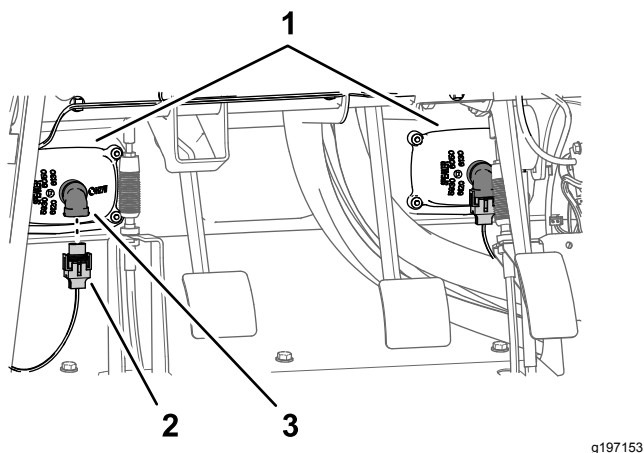

Рисунок 14
- Отсоедините 2 электрических разъема (2-гнездовых) жгута проводов машины от 2-штыревых разъемов левой и правой фар (Рисунок 14).